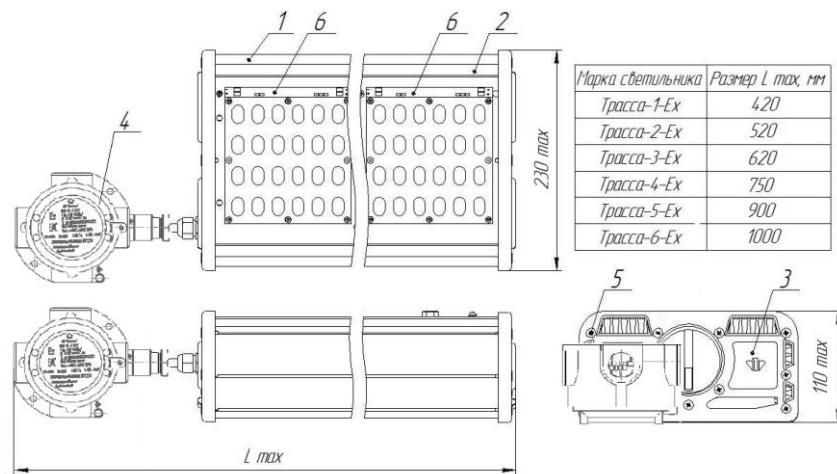

Рисунок 1
1.4.1 Светильники состоят (см. Рисунок 1) из корпуса, изготовленного из алюминиевого анодированного сплава, который является несущим элементом светильников (поз.1), прозрачного неокрашенного защитного стекла из ударопрочного оптического поликарбоната (поз.2), двух торцевых крышечек (поз.3), коробки клеммной (поз.4), крепёжных винтов (поз.5), модулей светодиодных (поз. 6), источника питания установленного внутри корпуса.
2.2.4 Открутите крышку коробки клеммной (рисунок 1, поз.4).